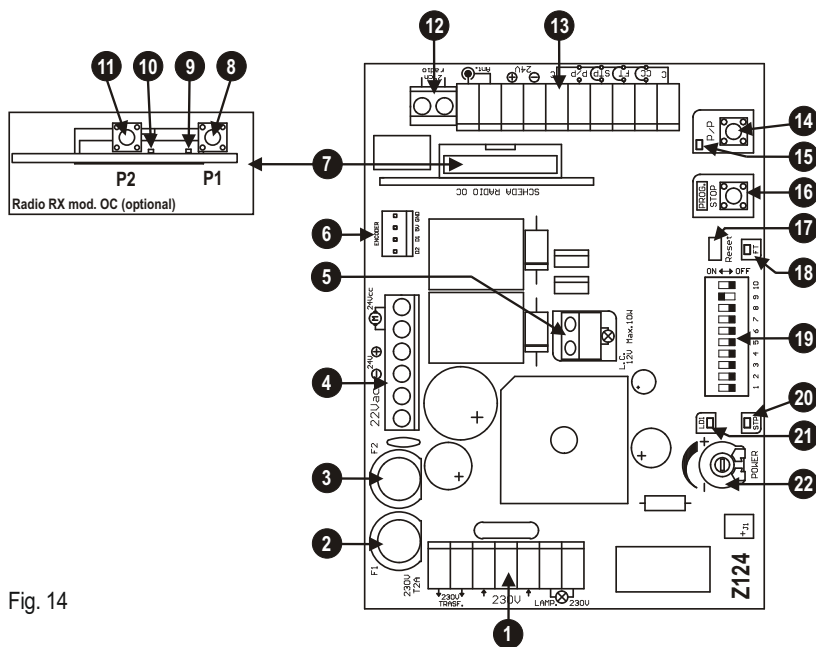
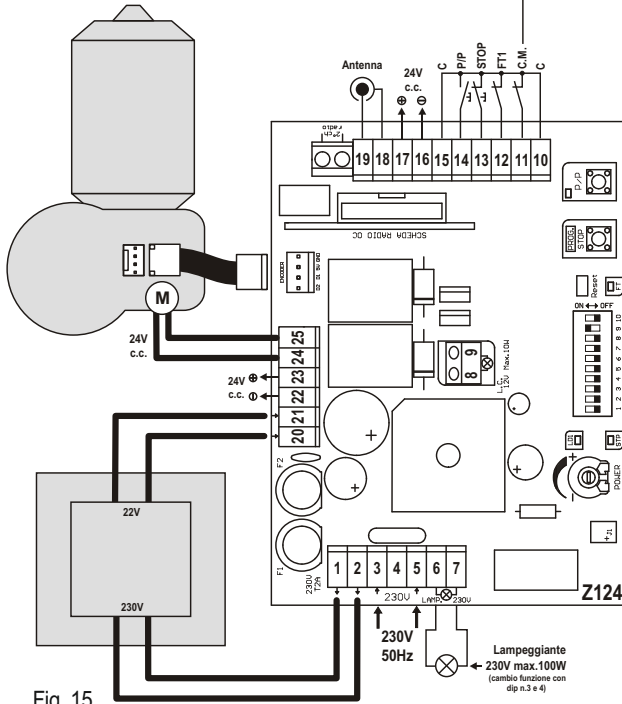

Fig. 14
Fig. 15
## I DESCRIZIONE DELLE PARTI (fig. 14)
- 1) Tenendo premuto il pulsante PROG. effettuare un reset cortocircuitando col cacciavite il jump Reset (part. 17 di fig. 14).
- 9) Per tornare al funzionamento normale eseguire un reset della centrale (cortocircuitare il connettore, part. 17 di fig. 14)
Durante la fase di apprendimento si azionerà più volte il tasto **P/P** (part. 14 di fig 14), in alternativa si può usare il comando **P/P** (morsetto 14, fig. 15) oppure il trasmettitore radio memorizzato sul primo canale del ricevitore.